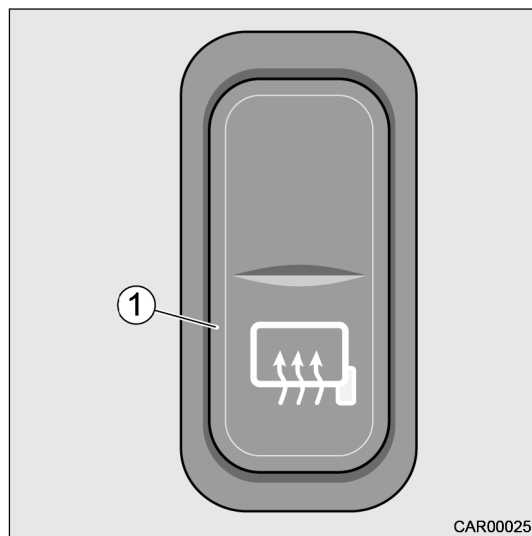

Fig. 55 Chauffage de rétroviseur e-line
1. Actionner le commutateur (Fig. 55/1).